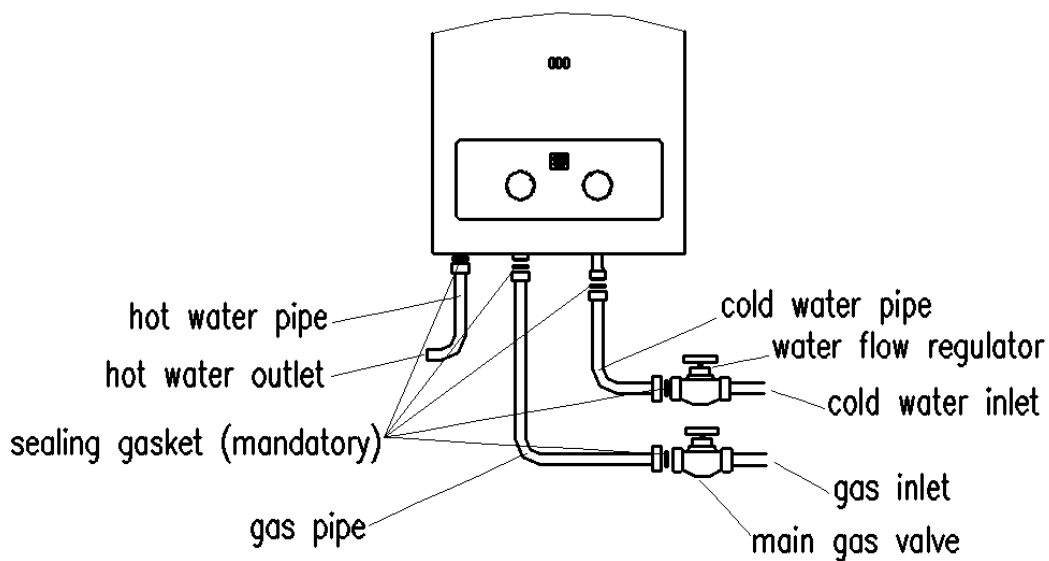

Fig.6
- Uma válvula de água deve ser instalada antes da entrada de água (Fig.6).